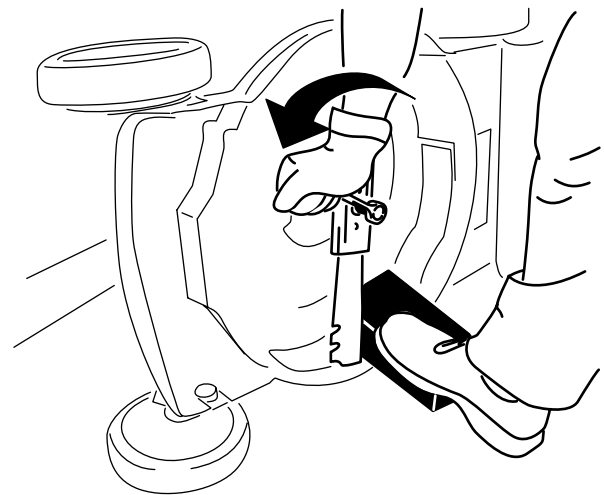

Figura 24
- Utilice un bloque de madera para inmovilizar la cuchilla (Figura 24).
- Retire la cuchilla, conservando todos los herrajes de montaje (Figura 24).